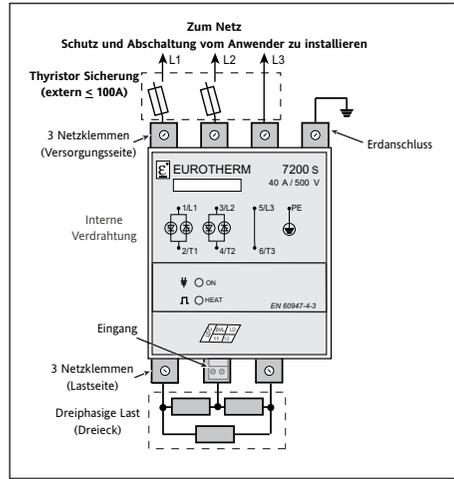

Abbildung 2-8 Dreiphasige Last in geschlossenem Dreieck Konfiguration (3D)
- Dreieck (3 Lastanschlüsse, Codierung 3D), Abbildung 2-8